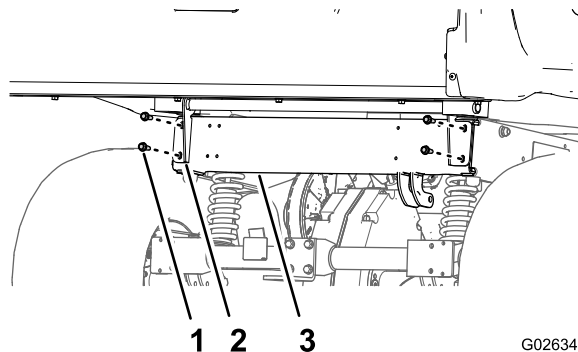

Figure 4
8. Retirez les 4 boulons à embase (3/8 x 1 po) qui fixent les ferrures d'articulation du plateau au profilé de cadre arrière de la machine (Figure 4).
11. Retirez les 4 boulons à embase (3/8 x 1 po) qui fixent les ferrures d'articulation du plateau au profilé de cadre arrière de la machine (Figure 4).